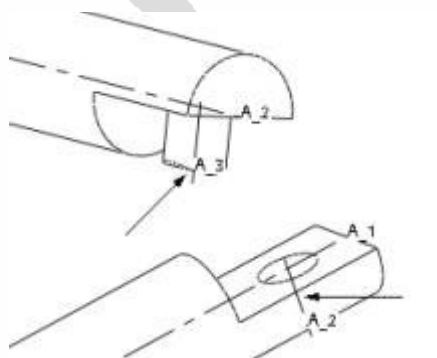
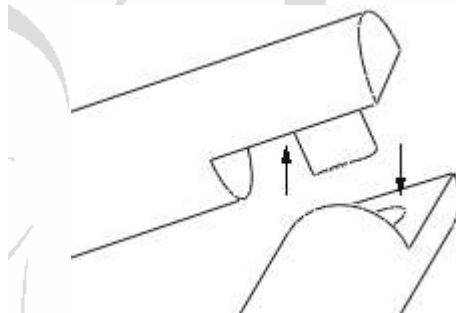

图 15-7 “轴对齐”约束
图 15-8 “平移”约束
(1) 单击【元件放置】对话框中的【连接】按钮，打开【连接】面板。
(2) 选择“销钉”连接方式，然后分别选择图 15-7 中箭头指示的基准轴线“A_3”与“A_2”，以满足“轴对齐”约束关系；选择图 15-8 中箭头指示的两相向平面，以满足“平移”约束关系。